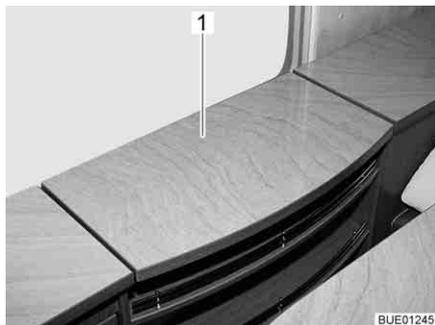
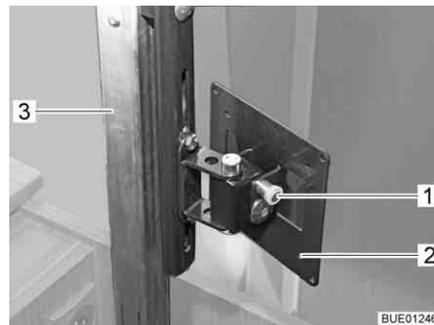

Fig. 50 Compartimento de TV
Fig. 51 Mecanismo de elevación
- Presionar ligeramente hacia abajo la parte central de la tapa (Fig. 50,1) del compartimento de TV. La columna de expulsión (Fig. 51,3) se desbloquea y sube.
- Tirar del botón de desbloqueo (Fig. 51,1) y girar el soporte (Fig. 51,2) con la pantalla plana a la posición deseada.
- Girar la pantalla plana de regreso a la posición inicial hasta que el soporte (Fig. 51,2) engatille en el bloqueo.
- Presionar hacia abajo la parte central de la tapa (Fig. 50,1) contra la resistencia de la columna de expulsión (Fig. 51,3) hasta que engatille el bloqueo.